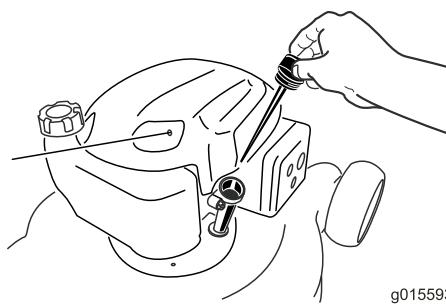

Figura 28
- Retire la varilla del tubo de llenado de aceite (Figura 28).